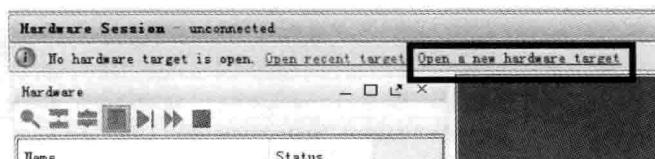

图 2.57 启动硬件目标入口
(2) 如图 2.57 所示, 在 Vivado 界面上方出现 Hardware Session(硬件会话)界面。在该界面的上方单击 Open a new hardware target 打开一个新的目标。